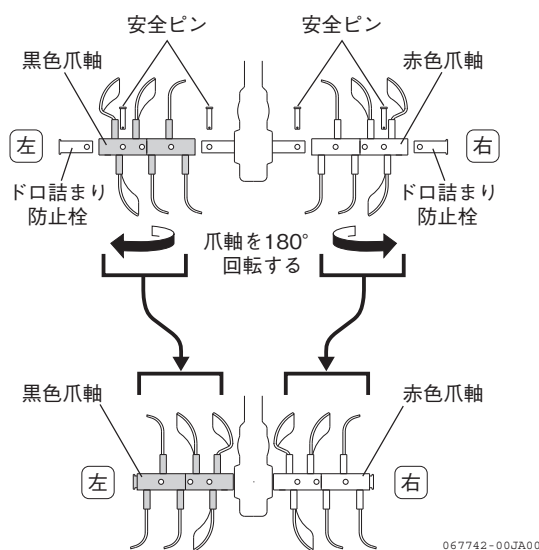
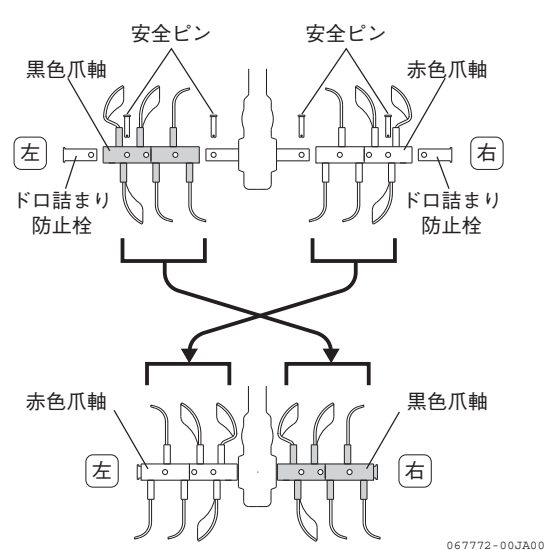

図 3-24
図 3-25
2. 安全ピンを抜き、爪軸と爪軸端のドロ詰まり防止栓を外します。(図 3-24、図 3-25)
(図 3-24)
左右の爪軸を振り替え、本機の耕うん軸に取り付けます。(図 3-25)